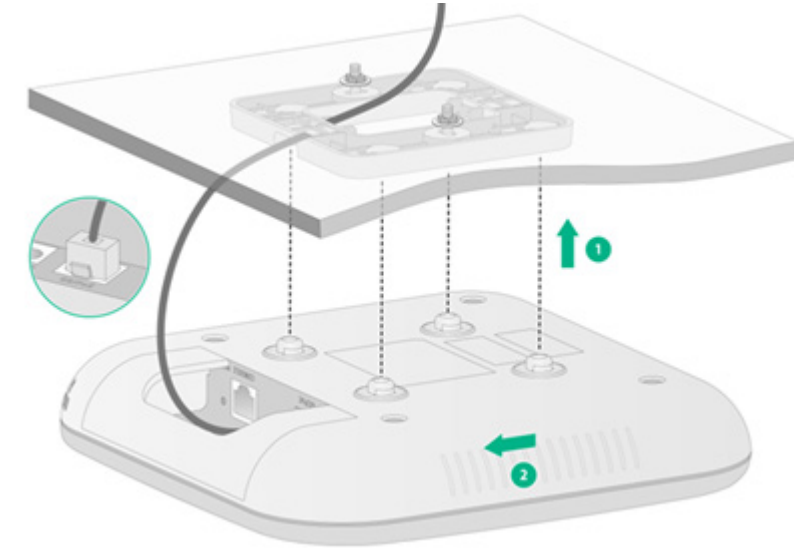

図 7-8 装置の天井への取り付け
- 3) 壁面/天井用ブラケットの設置用の穴を揃えて、なべネジを天井に通してください。反対側をワッシャーとナットで止めて、図 7-8のように天井に壁面/天井用ブラケットを取り付けてください。